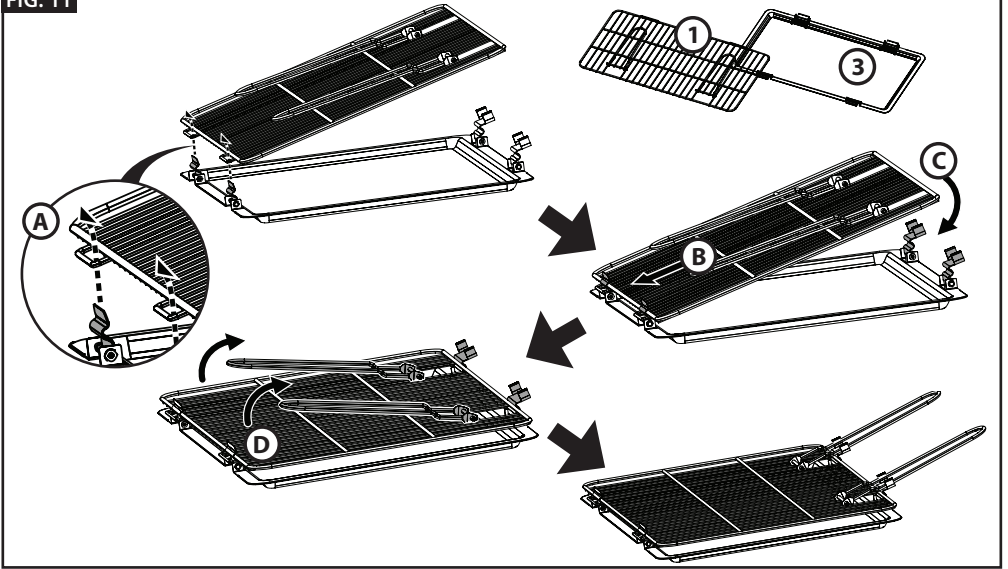

FIG. 12
- Setzen Sie den zusammengebauten Rost in die Kammer ein (Abb. 12). Platzieren Sie die Einheit nicht in einer Position, die den Betrieb des Spießes beeinträchtigen könnte; und benutzen Sie nicht sowohl Rost als auch Spieß gleichzeitig zum Grillen in der Kammer.